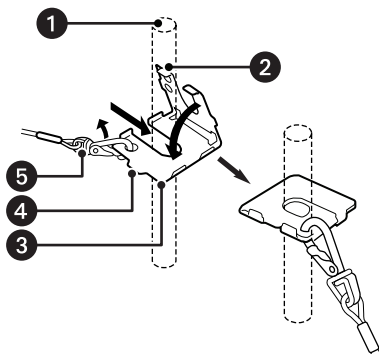

Рис. 20. Установка уголка предохранительной проволоки
3. Установите уголок предохранительной проволоки (входит в комплект) на второй фундаментный болт, а предохранительную проволоку к уголку (см. рис. 20 на стр. 33).